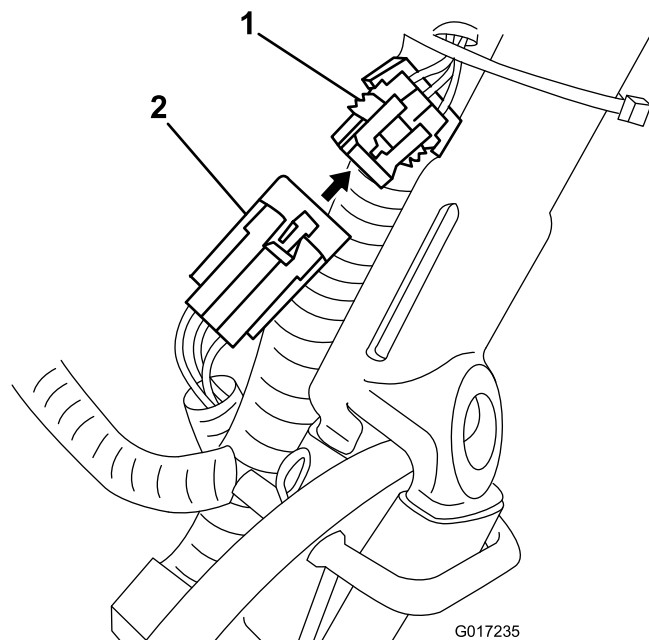

Figura 14
3. Staccate il connettore piccolo (sul pacco) che va al cablaggio della macchina dal cablaggio principale (Figura 14).
14. Posizionate il pacco sul cablaggio della macchina sotto e dietro il cablaggio principale sul lato sinistro della macchina e collegate il connettore piccolo a 6 poli sul cablaggio con il connettore corrispondente sul cablaggio principale, come mostrato in Figura 14.